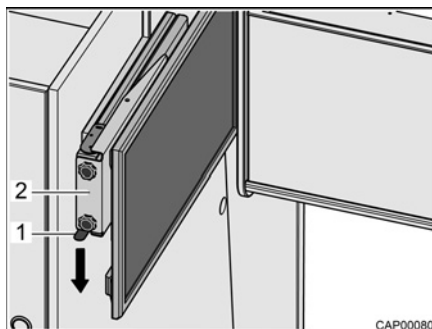

Fig. 49 Base estraibile con schermo piatto
- Premere verso il basso la molla d'arresto (Fig. 49,1) ed estrarre orizzontalmente la base estraibile (Fig. 49,2) con lo schermo piatto in direzione del centro del veicolo.
- Spingere orizzontalmente verso l'interno la base estraibile (Fig. 49,2) con lo schermo piatto fino all'arresto. La molla d'arresto (Fig. 49,1) scatta in posizione.